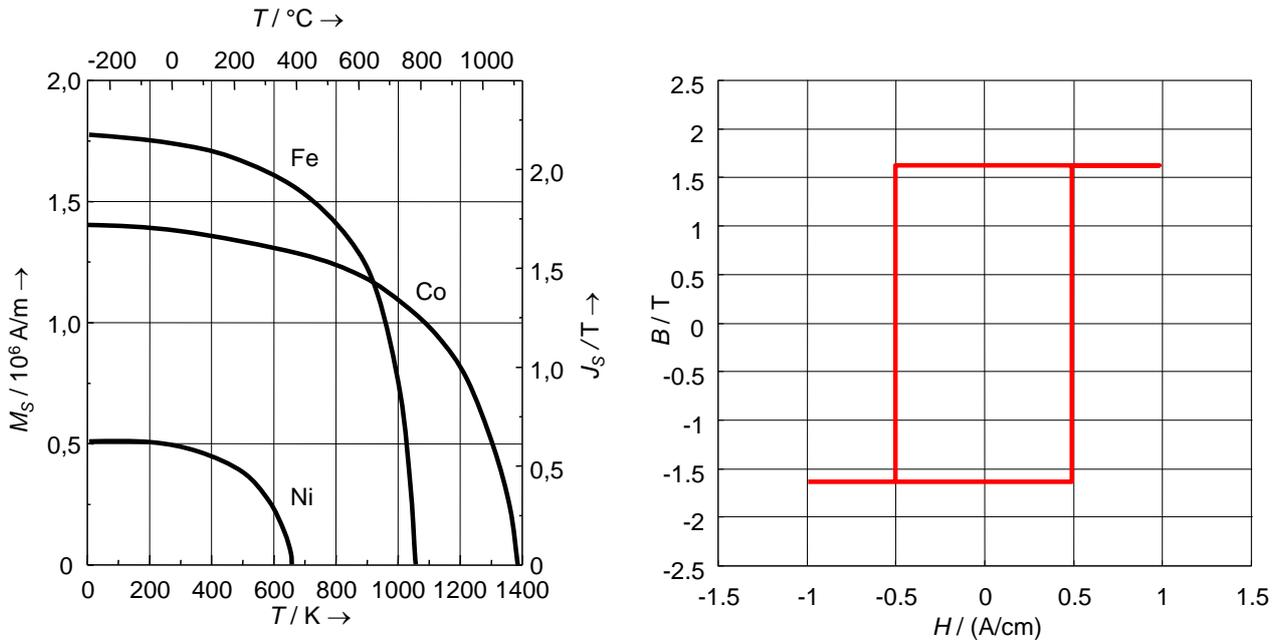

Bild 2, links: Temperaturabhängigkeit der Sättigungsmagnetisierung, rechts: Feldstärkenabhängigkeit der magnetischen Induktion
b) Bild 2, links zeigt die Abhängigkeit der Sättigungsmagnetisierung M_S von der Temperatur T .
Tragen Sie den Verlauf der magnetischen Induktion B von der magnetischen Feldstärke H bei einer Temperatur $T_2 = 450^\circ\text{C}$ in das rechte Diagramm in Bild 2 ein.